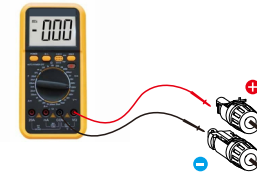
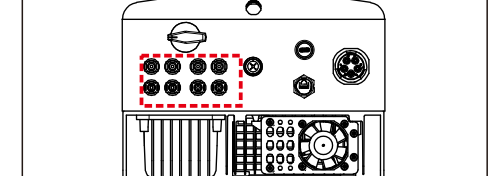

Figura 5.17 Medición con multímetro
Figura 5.18 Conecte los conectores de CC al inversor
5. Mida el voltaje fotovoltaico de la entrada de CC con un multímetro, verifique la polaridad del cable de entrada de CC (consulte la figura 5.17) y asegúrese de que cada cadena de voltaje fotovoltaico se encuentre en el rango de funcionamiento del inversor Conecte el conector de CC con el inversor hasta que escuche un ligero clic, que indica que la conexión se ha realizado correctamente. (ver figura 5.18)